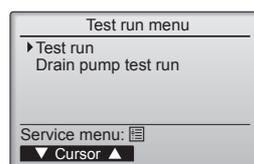

Fig. 7-5
- ④ Sélectionnez "Test run" (Test fonctions) à l'aide du bouton **F1** ou **F2**, puis appuyez sur le bouton . (Fig. 7-5)